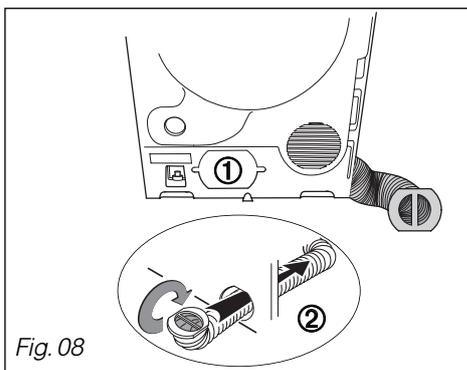

Fig. 08
– Sortie d'air latérale gauche (Fig.08)
- passez l'ensemble gaine et poignée à travers le panneau. Pour cela orientez la poignée (Fig. 08 ②).
- dégager le cache (Fig. 08 ①) à l'aide d'une pince coupante et vérifier qu'aucune bavure ne risque de blesser la gaine.